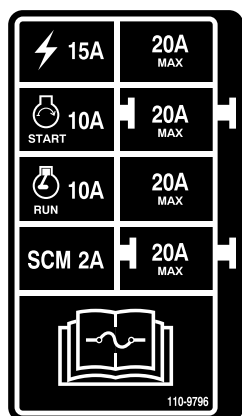

Figura 46
**Importante:** Si es necesario cambiar un fusible, utilice siempre un fusible del mismo tipo y amperaje que el fusible que está sustituyendo; de lo contrario, podría dañar el sistema eléctrico. Consulte la pegatina junto a los fusibles para ver un diagrama de cada uno y su amperaje (Figura 46).